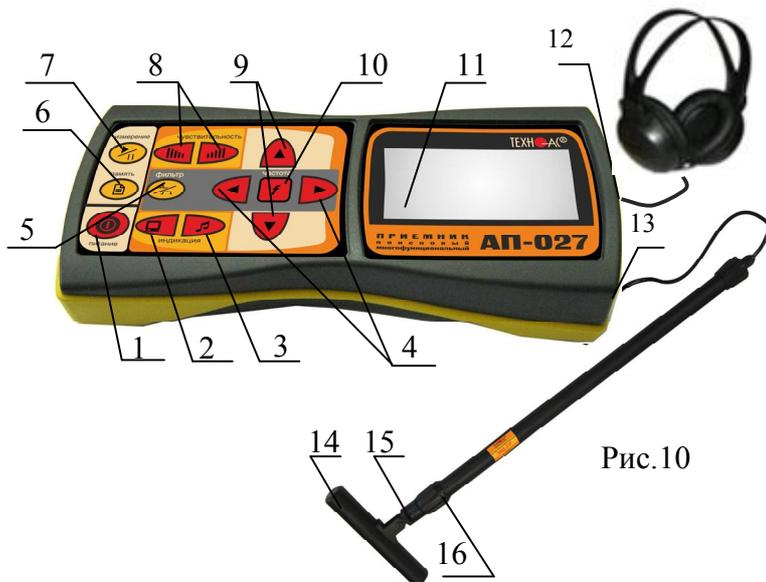
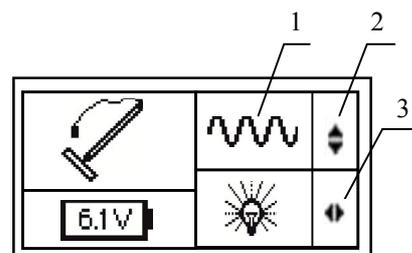
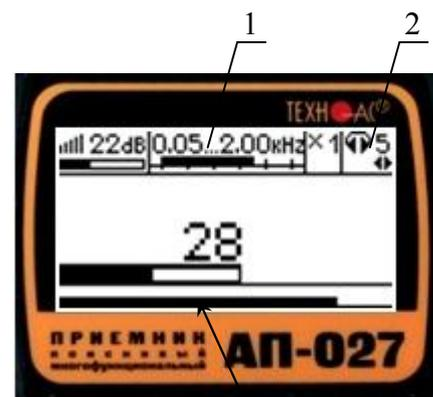

Рис.10
Рис.11
Fig.16 3
Используемое оборудование (рис.10): приемник АП-027, электромагнитный датчик ЭМД-237, головные телефоны.
Подключить к соответствующим разъемам приемника электромагнитный датчик поз.13 рис.10 и головные телефоны поз.12 рис.10 (при необходимости).
Привести электромагнитный датчик из транспортного в рабочее положение для этого: ослабить стопорную гайку поз.16, раздвинуть штангу до требуемого размера и зафиксировать стопорной гайкой. Ослабить фиксирующую гайку поз.15 и установить электромагнитную антенну поз.14 датчика в положение, используемое в трассопоиске. Горизонтальное положение (рис.10) – трассопоиск по методу максимума, транспортное положение – трассопоиск по методу минимума.
5.2.1 Включить питание приемника АП-027 кнопкой ① поз.1 рис. 10.
5.2.2 В «стартовом» окне рис.11 на индикаторе приемника проверить:
5.2.3 Проверить вид принимаемого сигнала поз.1 рис.11. Принимаемый сигнал «непрерывный \sim » выбирается автоматически. При появлении на индикаторе значка «импульсный \sim », что могло произойти в результате случайного нажатия на кнопки, следует выбрать в стартовом окне символ «непрерывный \sim » любой из кнопок $\blacktriangle/\blacktriangledown$ поз.9 рис.10. (см. подсказку поз.2 рис.11)
5.2.4 Установить необходимый уровень подсветки индикатора приемника, используя для этого кнопки $\blacktriangle/\blacktriangleright$ поз.4 рис.16 (см. подсказку поз.3 рис.11).
5.3.1 Запустить режим «измерение» кнопкой $\blacktriangleright/\parallel$ поз.7 рис.10.
5.3.2 Выбрать режим «широкая полоса» нажатием на кнопку фильтр $\blacktriangleright/\text{фильтр}$ поз.5 рис.10. На индикаторе появится символ широкой полосы $0,05...2,00\text{kHz}$ поз.1 рис.12.
В случае трассировки кабеля под напряжением или трубопровода с катодной защитой выбрать частоту 100 /120 Гц, нажав кнопку «частота» f поз.10 рис.10, используя
для этого кнопки ◀/▶ поз.4 рис.10. Наблюдать за величиной выбранной частоты на индикаторе поз.1 рис.12. Например, при выборе частоты 50/60 Гц появится символ
5.3.3 Выйти из режима регулировки фильтра, нажатием кнопки «частота» **f** поз.10 рис.10. На индикаторе в зоне окна поз.1 рис.12 исчезнет указатель подсказки ◀ и появится в зоне поз.2 рис.12 (возможность регулировки звука).
5.3.4 Установить комфортную громкость звука в телефонах поз.2 рис.12 кнопками ◀/▶ поз.4 рис.10 (если кнопки не используются для регулировки фильтра).
5.3.5 Установить уровень входного сигнала кнопками «чувствительность» IIII и IIII поз.8 рис. 10 по индикатору «узкая шкала» (предпочтительно на 50...70% от максимума) поз.3 рис. 12.
5.3.6 Установить необходимый коэффициент усиления фильтрованного сигнала множителем «×1/2/4/8» нажимая на кнопки ▲/▼ поз.10 рис.10, не допуская при этом перегрузки.
этого включить режим «измерение» кнопкой  поз.7 рис.10., выбрать режим «широкой полосы», то есть выключить фильтр кнопкой  поз.5 рис.10.
5.5.3 Для определения кабелей (из числа найденных коммуникаций), находящихся под напряжением промышленной частоты 50...60 Гц, используется режим 50...60 Гц. В этом режиме из широкого спектра сигнала выделяется лишь небольшая полоса частот с центральной частотой 50...60 Гц. Для входа в режим 50...60 Гц включить фильтр кнопкой  поз.5 рис.10, нажать на кнопку частота **f** поз.10 рис.10 и выбрать центральную частоту фильтра 50...60 Гц кнопками   поз.4 рис.10.
5.5.4 Наблюдать за величиной выбранной частоты на индикаторе поз.1 рис.16. При выборе частоты 50/60 Гц
Выйти из режима регулировки фильтра, нажатием кнопки «частота» **f** поз.10 рис.10. На индикаторе в зоне окна поз.1 рис.16 исчезнет указатель подсказки  и появится в зоне поз.2 рис.16 (возможность регулировки звука).
5.5.5 Установить комфортную громкость звука в телефонах поз.2 рис.16, для этого нажать на кнопку режима звуковой индикации поз.3 рис.10 и отрегулировать громкость кнопками   поз.4 рис.10 (если кнопки не используются для регулировки фильтра).
5.5.6 Установить уровень входного сигнала кнопками «чувствительность»  и  поз.8 рис. 10 по индикатору «узкая шкала» (предпочтительно на 50...70% от максимума) поз.3 рис. 16.